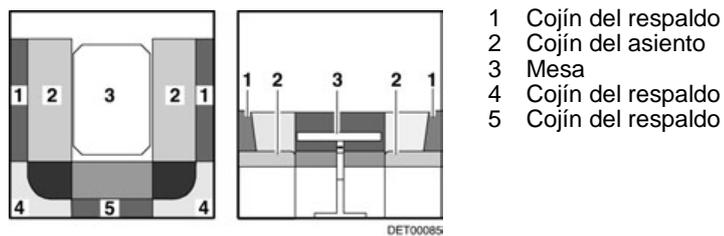

Fig. 119 Antes de la transformación
- Transformar la mesa (Fig. 119,3) en base de cama (véase apartado 7.7).